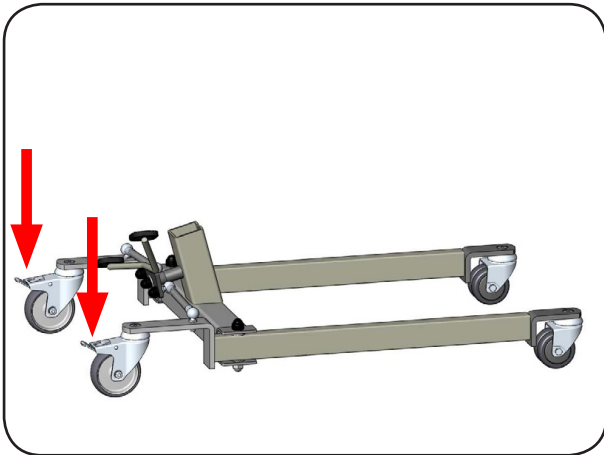

Abbildung 06
1. Stellen Sie als erstes das Fahrgestell mit den Rollen auf den Boden und bremsen Sie die hinteren Laufrollen (Abbildung 06).